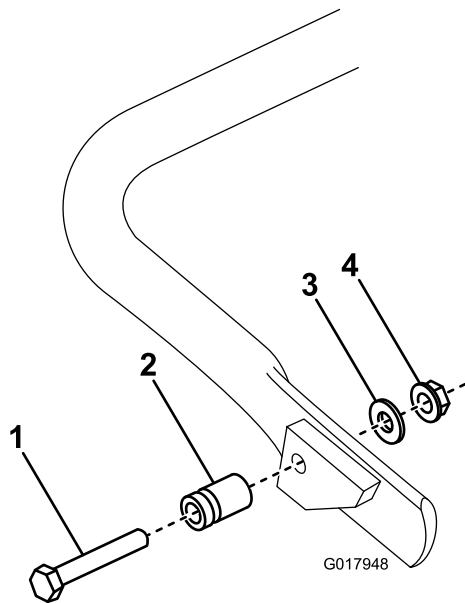

図 5
1. **グリーンズマスター 1600** では、キックスタンドの右側に 図 5、スプリングスタッドを接続する付属部品の中にあるボルト、ワッシャ、フランジヘッドナットを使用する。